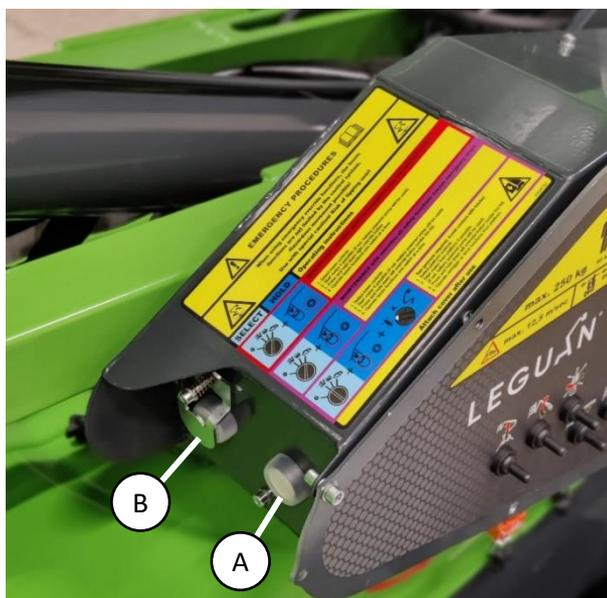

Figure 13. Boutons de correction
Pour les éventuelles situations d'urgence, la plateforme d'accès est équipée d'un bouton de correction du bouton d'arrêt d'urgence de la plateforme et de la commande de charge (figure 13 (A)). Ce bouton doit uniquement être utilisé dans les **situations d'extrême urgence**, par exemple lorsque l'opérateur a perdu connaissance sur la plateforme, que le bouton d'arrêt d'urgence a été actionné et que la plateforme doit être abaissée pour des raisons de sécurité. La plateforme doit être déplacée dans des directions réduisant le moment de basculement (vers le centre de la machine). **Le fabricant n'est pas responsable en cas de mauvaise utilisation de la fonction !**
3. Appuyez sur le bouton de correction situé plus près de l'opérateur et maintenez-le enfoncé (figure 13 (A)).
Pour d'éventuelles situations d'urgence, la plateforme d'accès est équipée d'un bouton de correction de la fonction de sécurité (figure 13 (B)). Ce bouton permet l'utilisation des fonctions de conduite, de balancier et de bras en cas de défaillances. La fonction peut par exemple être utilisée lorsqu'un capteur est cassé et que la machine doit être déplacée en lieu sûr pour réparation. **Utilisez le bouton avec la plus grande prudence et uniquement dans des situations d'urgence !**
3. Appuyez sur le bouton de correction situé plus loin de l'opérateur, sous le couvercle, et maintenez-le enfoncé (figure 13 (A)).